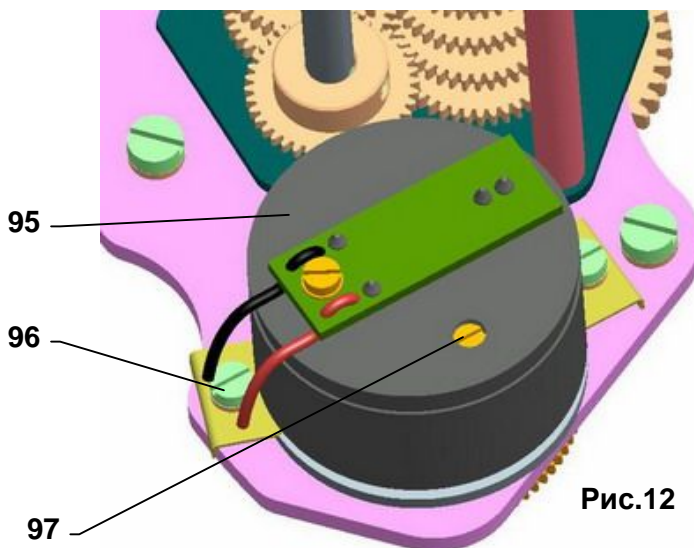

Рис.12
4.7 Установка емкостного датчика) СРТ1/А (рис.12)
С помощью триммера (97), Рис.12 можно унифицировать выходной сигнал емкостного датчика установить его для любой величины хода, отвечающей приблизительно 50% - 100% производителем установленной величины рабочего хода, приведенной на типово щитке ЭП.